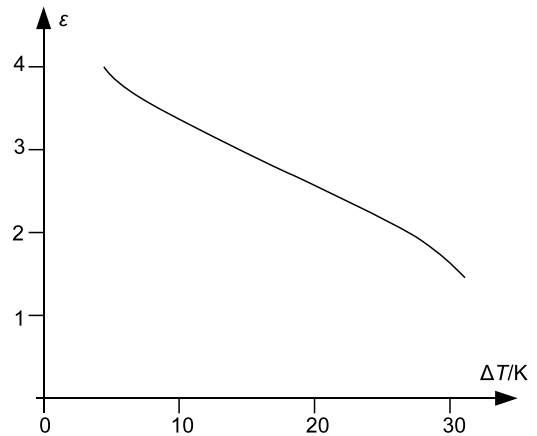

Abbildung 4: Beispiel für  $\epsilon$  als Funktion von  $\Delta T$
die Leistungszahl  $\epsilon$  gemäß Gleichung (2) und tragen Sie sie als Funktion von  $\Delta T = T_2 - T_1$  auf (Abb. 4). Ordnen Sie hierbei die  $\epsilon$ -Werte dem Mittelpunkt des Intervalles zu, in dem Sie die entsprechende Steigung gewonnen haben.